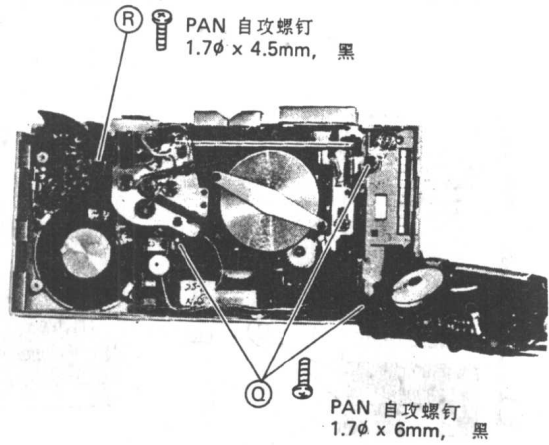

图 1-10
首先拆下后机壳, 再拆下主印刷电路板, 见图 1-10, 拆下固定机芯组件的三只螺钉⑱和把调速印刷电路板固定到机芯上的一只螺钉⑲, 即可拆下机芯组件。